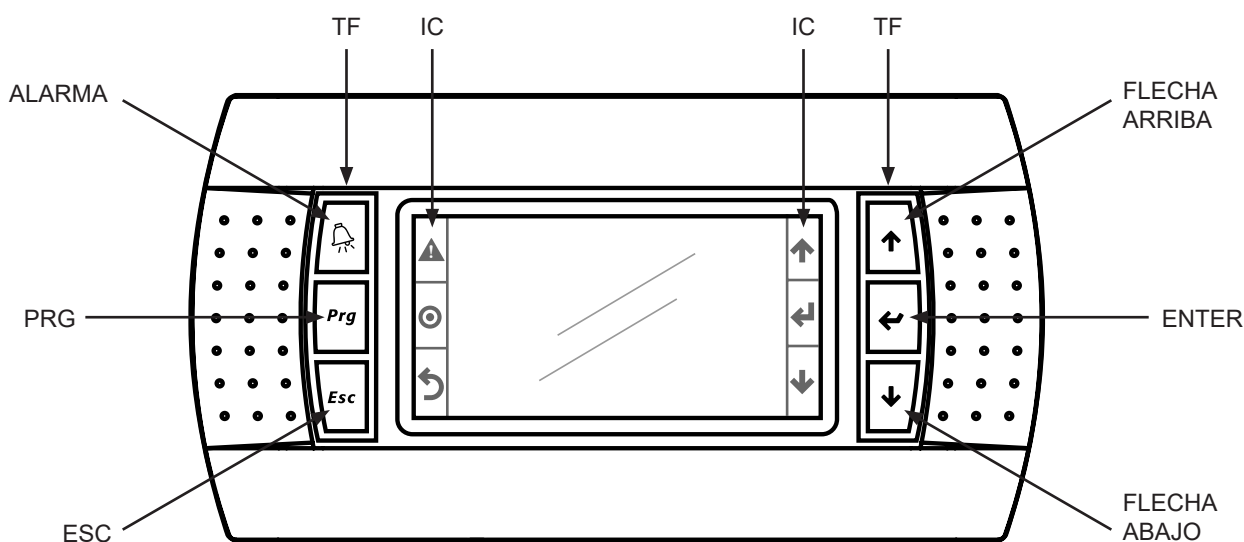

Figura 14
- 9.10 El panel remoto (A2) consta de una pantalla central y 3+3 teclas físicas laterales: a la izquierda de la pantalla están las teclas "ALARMA", "PRG", "ESC", a la derecha las teclas "FLECHA ARRIBA", "ENTER", "FLECHA ABAJO". Véase la Figura 14. La función de las teclas físicas TF se hace explícita mediante los iconos IC correspondientes en la pantalla.